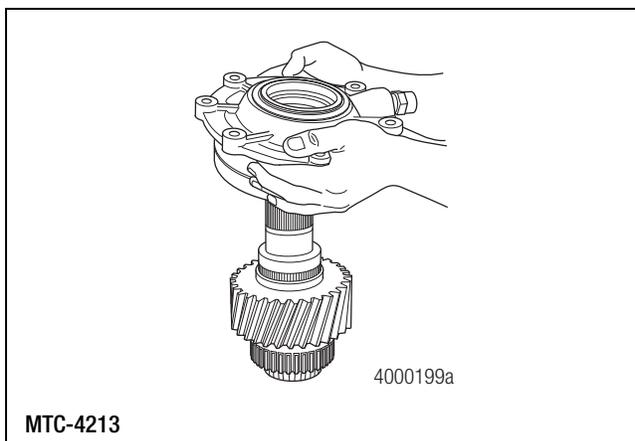

Figure 4.25
4. Soulever l'ensemble formé du logement de roulement d'arbre d'entrée avant et de la pompe à huile interne (selon l'équipement) pour le séparer de l'arbre d'entrée. Figure 4.25.